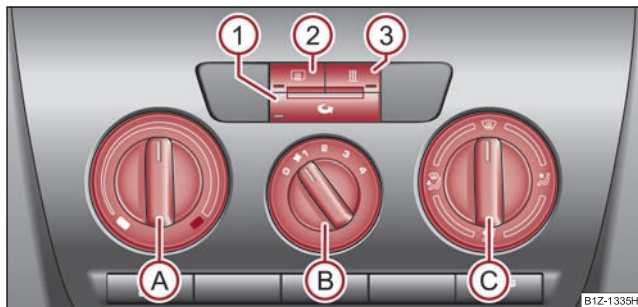

Fig. 139 Încălzirea: Elementele de comandă
- Rotiți regulatorul rotativ (A) ⇒ fig. 139 spre dreapta pentru a mări temperatura.
- Rotiți regulatorul rotativ (A) spre stânga pentru a reduce temperatura.
- Apăsați tasta  - lampa de control din tastă ⇒ pagina 108, fig. 139 se aprinde.
Când regulatorul  se află în poziția  ⇒ pagina 108, fig. 139, recircularea aerului este oprită automat. Prin apăsarea repetată a tastei  puteți porni recircularea aerului și în această poziție.